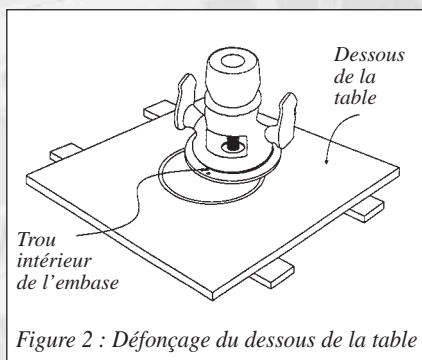

Figure 2 : Défonceage du dessous de la table
4. Retirez le pivot d'alignement de votre défonceuse et remplacez-le par la fraise droite de 12,7 mm, ajustez-la pour une profondeur de coupe de 5 mm de moins que l'épaisseur de votre plateau de table. Maintenez le plateau de table en position retournée sur votre établi, surélevez-le sur deux tasseaux. Insérez dans le trou effectué précédemment le pivot d'alignement, seule la partie au diamètre 4,76 mm doit dépasser. Avec le trou le plus à l'intérieur, effectué plus tôt sur l'embase Veritas, placé sur le pivot d'alignement, effectuez un défonceage circulaire de votre plateau de table (Figure 2).